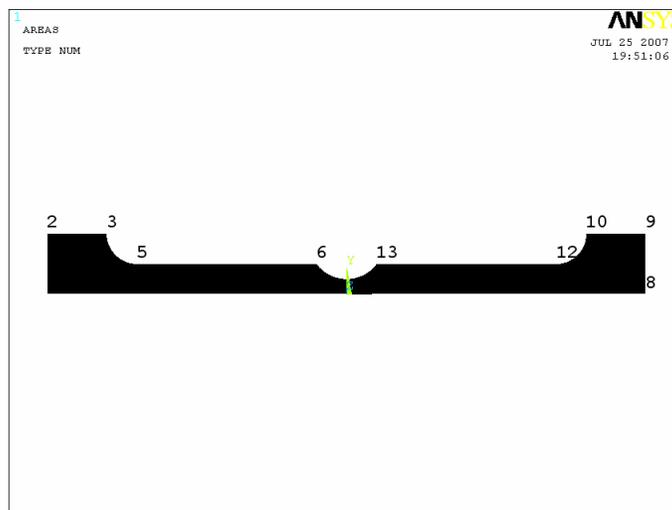

Рисунок 71. Результаты построения плоской модели примера 1
- Нажимаем кнопку *OK* (Рисунок 71).